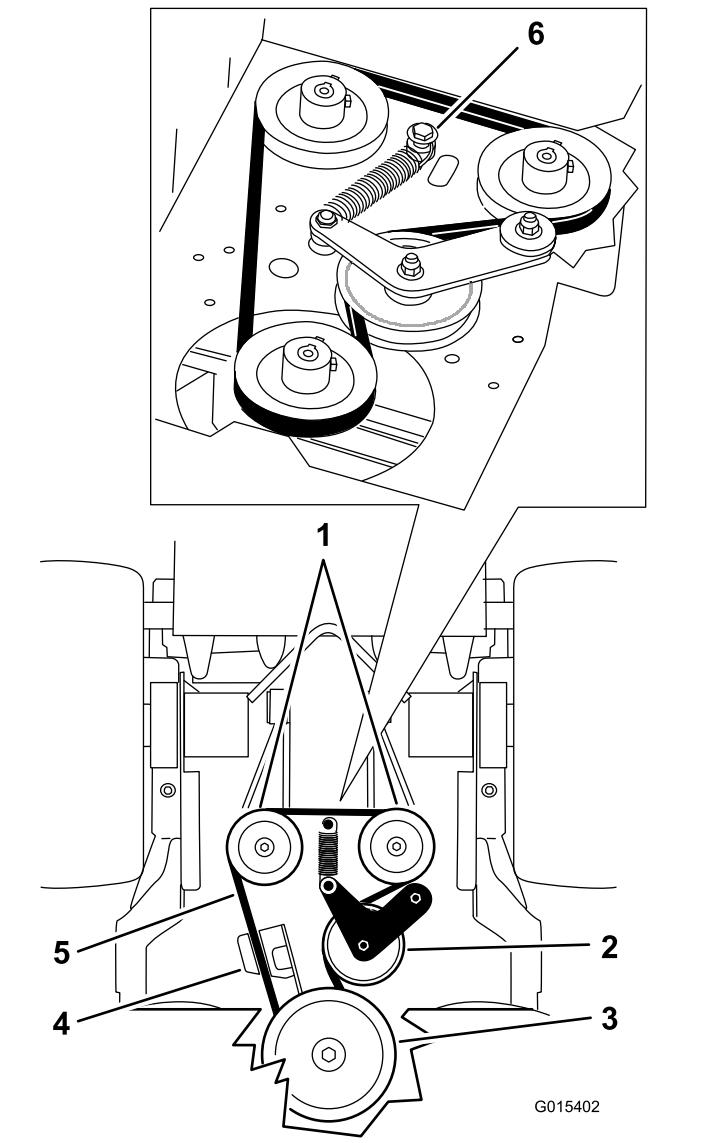

Figure 66
5. Retirez du plancher moteur le boulon à épaulement, l'écrou et la rondelle et le ressort accroché (Figure 66).
6. Déposez la courroie d'entraînement des pompes (Figure 66).
8. Montez le ressort sur le boulon à épaulement et la rondelle, et reliez-le au plancher moteur à l'aide de l'écrou (Figure 66).